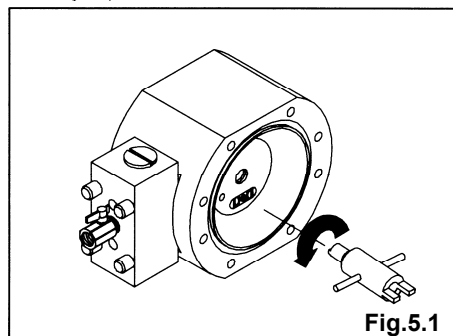

Fig.5.1
- ・Oリング、パイロットバルブ組立を取外す。〔Fig.5.1〕